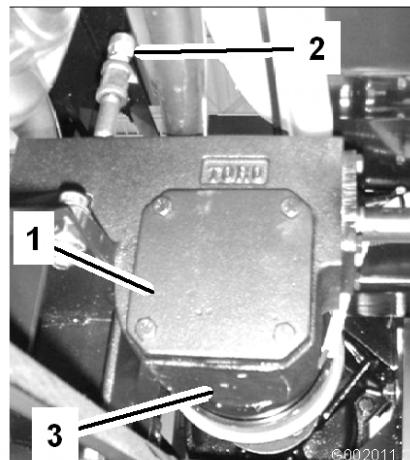

図 66
2. ドレン・プラグの下にオイルを受ける容器をおく(図 66)。
3. 補給口プラグとドレン・プラグを取り(図 66)、排出されるオイルを容器で回収する。